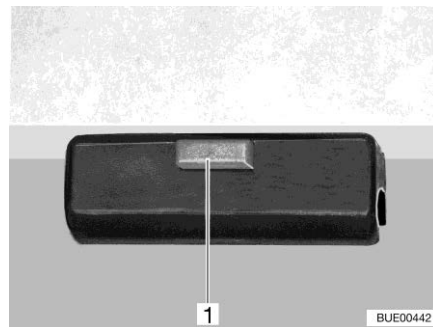

Fig. 127 Dispositif de verrouillage
- Desserrer le dispositif de verrouillage (Fig. 127,1) du plateau de la table.